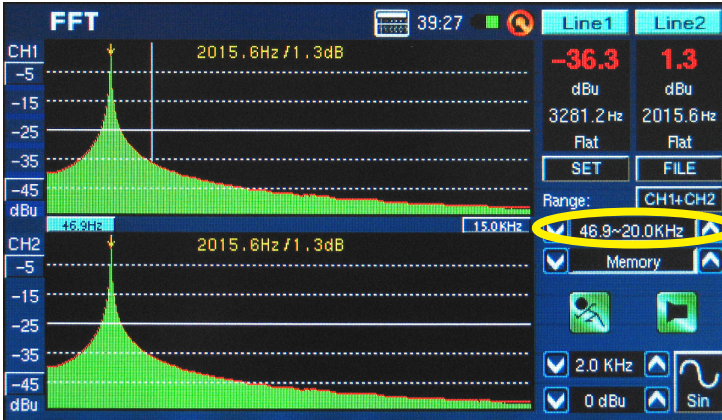

figura 64
10. Frequency Range (Rango de Frecuencia) (figura 64) – El rango de frecuencia es seleccionable en la función de FFT solamente. Hay 13 diferentes rangos de frecuencia seleccionables a los usuarios. Esto permite que la función de FFT mida frecuencias dondequiera entre 0.2 Hz a 20 kHz.